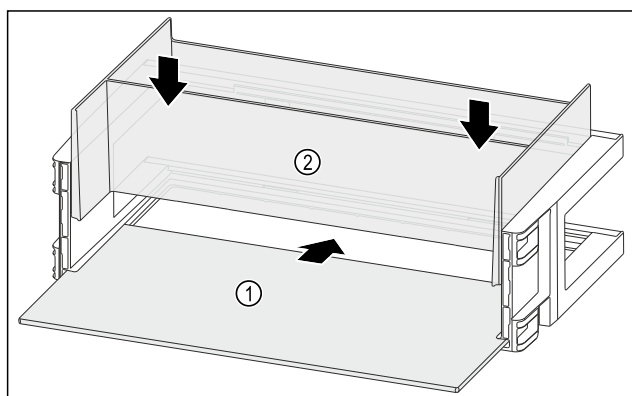

Fig. 114
- Abstellfläche Fig. 114 (1) in die seitlichen Einsparungen einschieben.
- Organizer Fig. 114 (2) einsetzen.